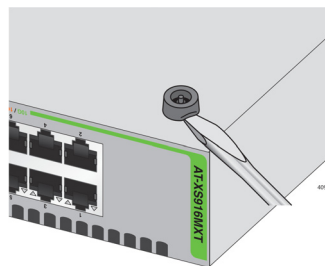

Рисунок 12. Удаление резиновых ножек
3. С помощью плоской отвертки отсоедините резиновые ножки от дна коммутатора. См. рис. 12.